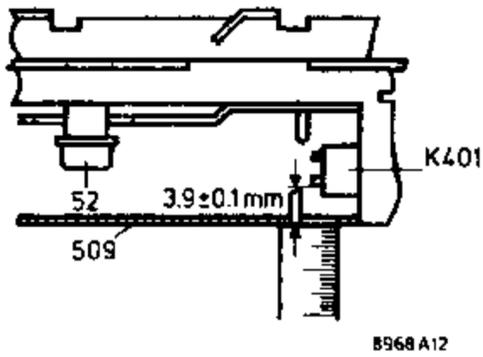

Fig. 2
- a. Vérifier la hauteur comme indiqué en Fig. 2
- a. Kontrollieren der Kopfhöhe nach Abb. 2.
Verificare l'altezza come indicato nella Fig. 2. Regolare la posizione verticale tramite il dado 70a e piegare il blocco 68, se necessario, alla verticale mettere della lacca sul dado 70a.